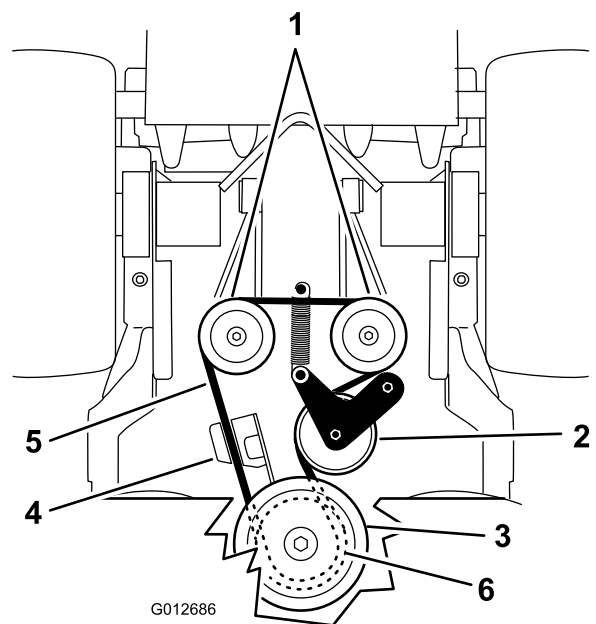

Figura 67
5. Desenganche el muelle tensor del bastidor (Figura 67).
7. Enganche el muelle tensor en el bastidor (Figura 67).